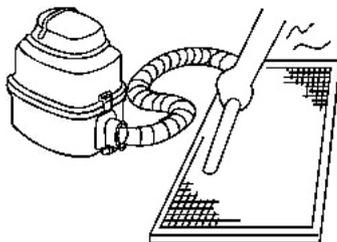

Fig. 5
- O lado da entrada do ar deve estar voltado para cima quando utilizar o aspirador. (Ver a Fig. 5)